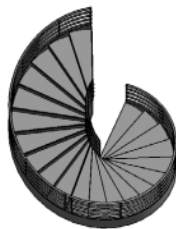

图 12-18 顺时针旋转楼梯
(6) 双击楼梯, 激活“修改|创建楼梯”选项卡, 单击“工具”面板中的“翻转”按钮, 将楼梯的旋转方向从逆时针更改为顺时针, 单击“模式”面板中的“完成编辑模式”按钮, 结果如图 12-18 所示。